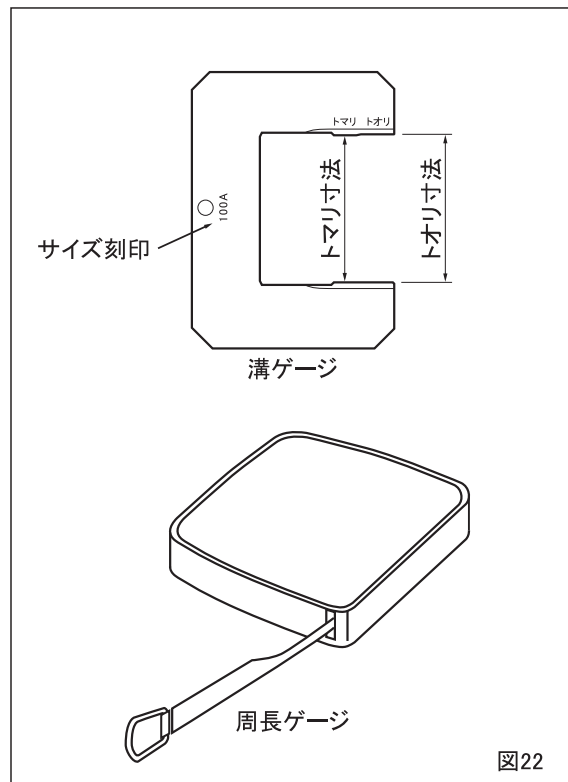

図22
①溝径(G寸法)の確認
- 溝径は、ノギスまたは溝ゲージ(オプション)、周長ゲージ(オプション)で確認してください。(図22)